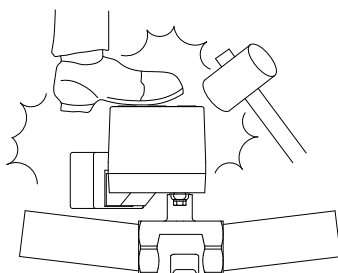

図 13
- アクチュエータに衝撃や無理な荷重を掛けたり、作業時に足場には絶対にしてしないでください。漏れや故障発生の原因となります。(図 13)